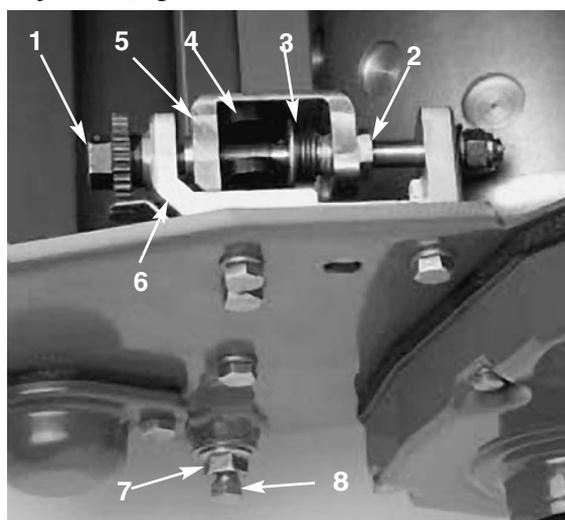

Figure 39
- Tourner la vis de réglage de la barre d'appui dans le sens contraire des aiguilles d'une montre jusqu'à ce que le support dépasse juste du bâti de l'ajusteur (Fig. 39).
- Desserrer l'écrou de blocage qui fixe le boulon de la barre d'appui de chaque côté de la machine (Fig. 39).
- Enlever les boulons de la barre d'appui pour abaisser la barre d'appui et la déposer de la machine. Ne pas perdre les (2) rondelles nylon et les (2) rondelles en acier estampé à chaque extrémité de la barre d'appui (Fig. 39).